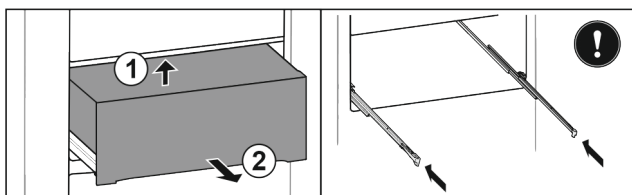

Fig. 29*
- ▶ Unieść z tyłu od dołu Fig. 29 (1).*
- ▶ Wyjąć do przodu Fig. 29 (2).*